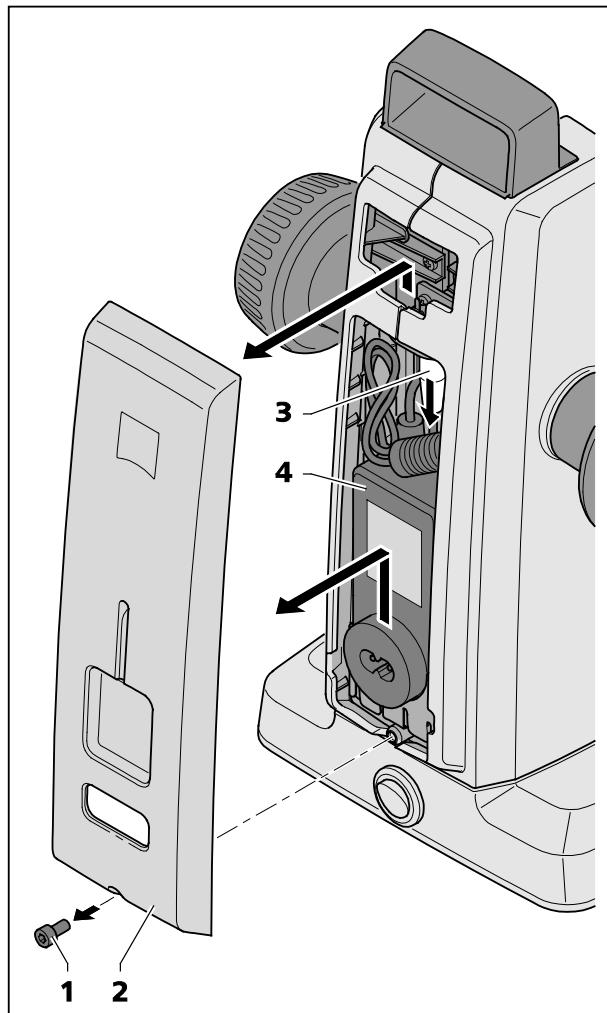

図 27 電源装置の交換
- 六角棒レンチを使用して、ハウジングカバー下側のボルト(図 27/1)を外します。
- ハウジングカバー(図 27/2)下部を少し外して持ち上げます。
- コネクター(図 27/3)を外し、故障した電源装置(図 27/4)を取り外します。